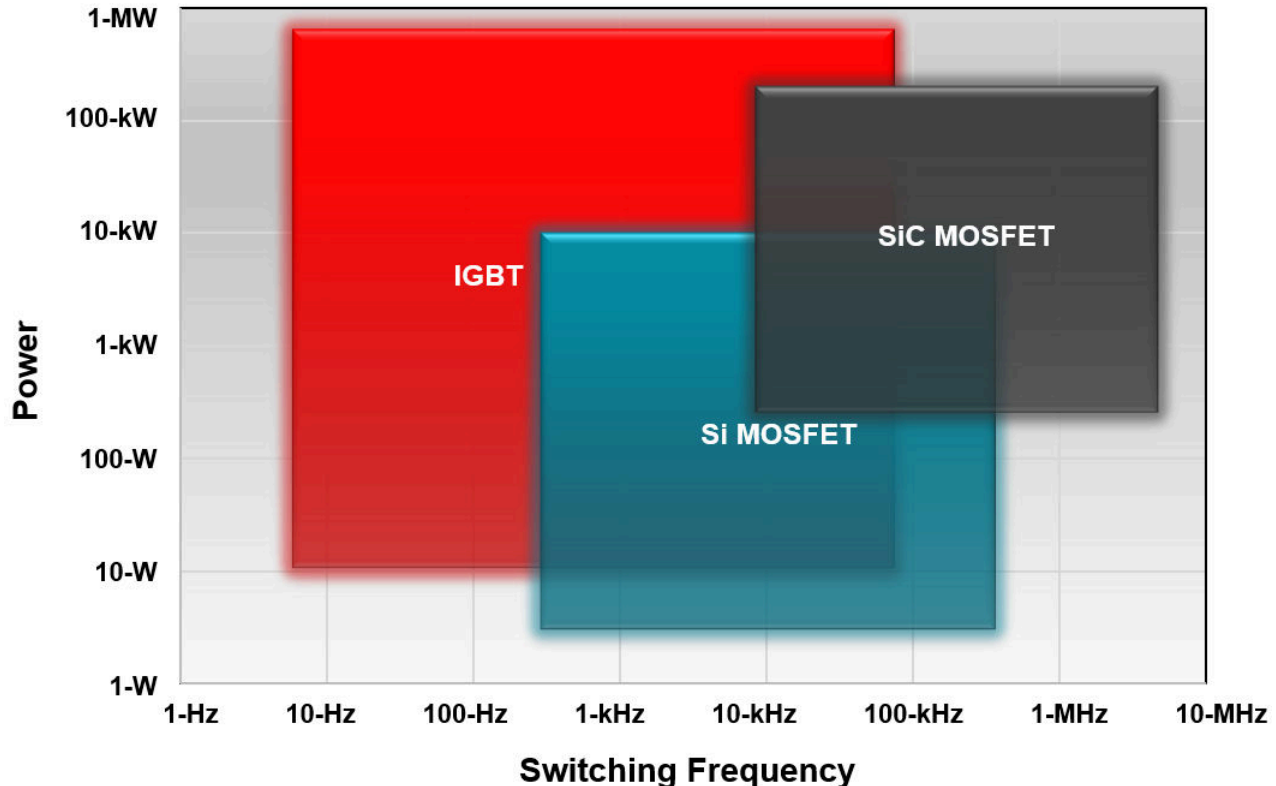

图 2-1. 基于功能的电源开关定位
在汽车行业，电动汽车 (EV) 和混合动力电动汽车 (HEV) 使用高达 400V 或 800V 的电池。在电网基础设施和电力输送的工业应用中，通常使用 120Vac 或 240Vac 控制。这些是需要高压开关技术的高压 (HV) 系统。该领域常见的解决方案是 Si MOSFET、IGBT 和 SiC MOSFET 图 2-1。TPSI3050-Q1 为汽车应用提供 5kV 增强型隔离和 AEC-Q100 认证，而 TPSI3050 为工业应用提供 3kV 基本隔离。